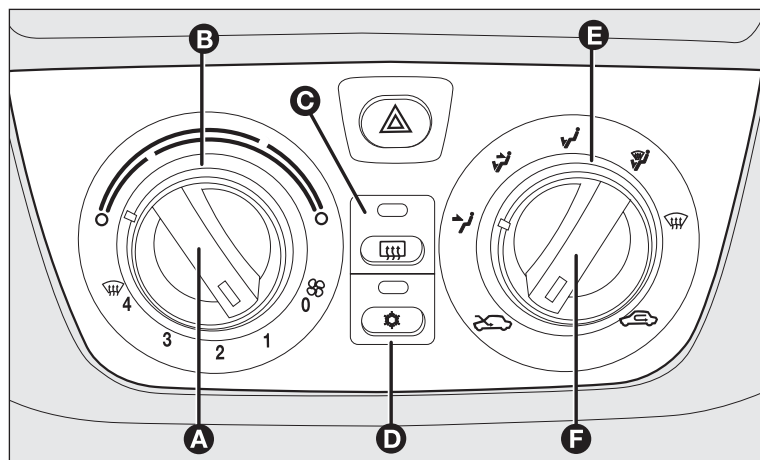

fig. 64
COMMANDES fig. 64
La bague tournante **E-fig. 64** permet à l'air introduit à l'intérieur de la voiture d'atteindre toutes les zones de l'habitacle selon 5 possibilité de choix:
Tourner la bague tournante **B-fig. 64** à droite (index sur la zone rouge) pour augmenter la température ou à gauche pour la diminuer;
- ☐ placer la bague tournante **B-fig. 64** sur la zone bleue;
Déplacer la manette **F-fig. 64** sur .
- ☐ tourner la bague tournante **B-fig. 64** sur la zone rouge;
- ☐ désactiver le recyclage d'air intérieur en plaçant la manette **F-fig. 64** sur ;
Appuyer sur le bouton **C**-fig. 64 pour activer cette fonction: lors de l'enclenchement de la fonction, celle-ci est mise en évidence par l'allumage du voyant sur le bouton même.
- ☐ placer la bague tournante **B**-fig. 64 sur la zone bleue pour sélectionner la température;
- ☐ désactiver le recyclage d'air intérieur en plaçant la manette **F**-fig. 64 sur ;